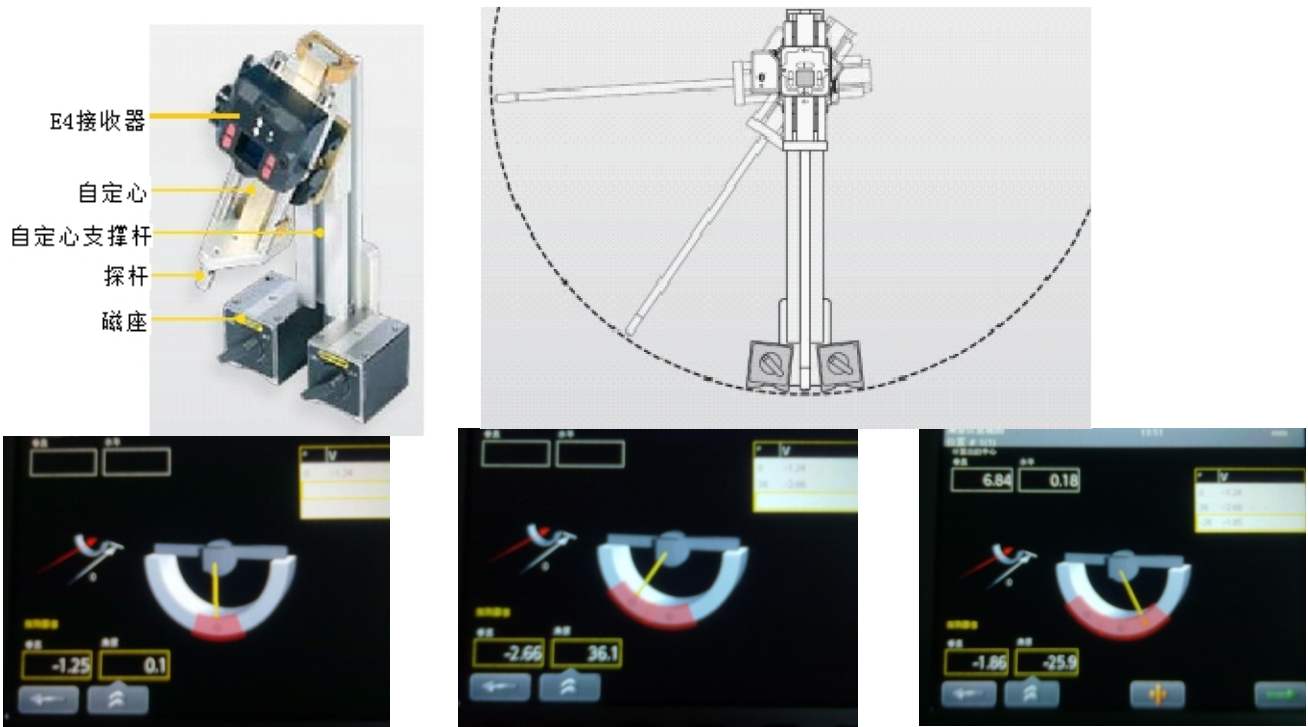

图 11
- 3) 将接收器放在第 1 孔的位置，测量 3 个位置，每次按 OK 键确认（图 11），记录测量值，记录过